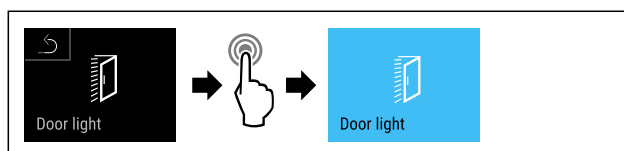

Fig. 97
- ▶ Handlungsschritte (siehe Fig. 97) durchführen.